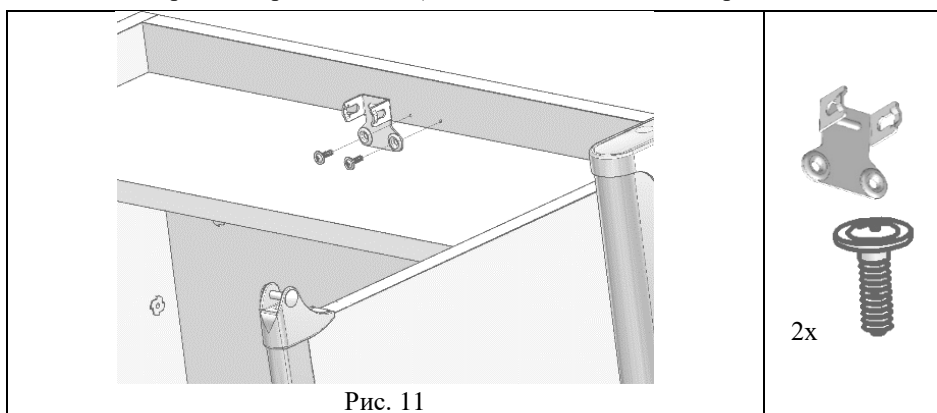

Рис. 11
5.4.1 К сборке по п.5.3.3 прикрутить кронштейн нижний (поз. 2, пакет №9а) при помощи саморезов с прессшайбой (поз. 2, пакет № 75А), (см. рис. 11).